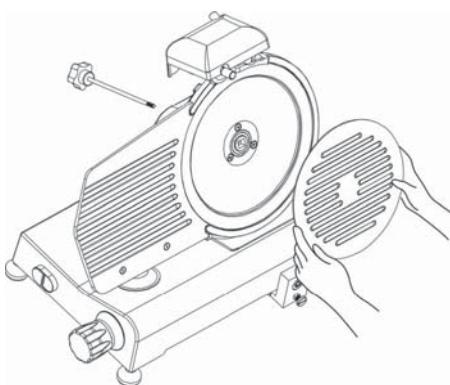

Fig. 6 – Démontage de la plaque couvre-lame
Dévissez le bouton de la barre de fixation (1) (voir Fig. 6), pour retirer la plaque couvre-lame (2).